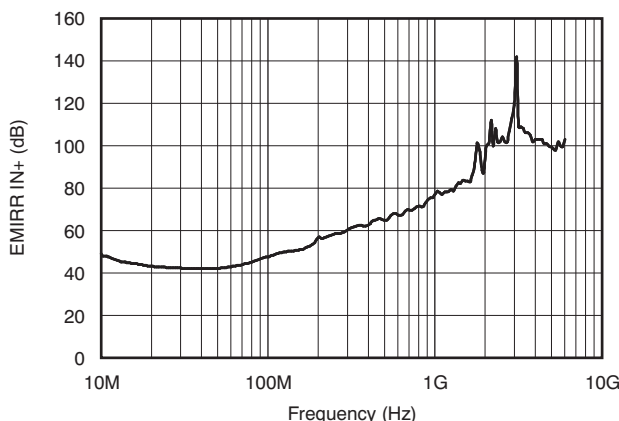

图 40. EMIRR 测试
OPA188 使用集成电磁干扰 (EMI) 滤波来降低干扰源（如无线通信设备以及混合使用模拟信号链和数字组件的高密度电路板）产生的 EMI 干扰。通过电路设计技术可以提高 EMI 抗扰度；可从这些设计改进中受益。德州仪器 (TI) 已经开发出在 10MHz 至 6GHz 的宽频谱范围内精确测量和量化运算放大器抗扰度的功能。图 40 显示了对 OPA188 执行此测试的结果。表 4 列出了在实际应用中经常遇到的特定频率下 OPA188 的 EMIRR IN+ 值。在表 4 中列出的应用可在下图给出的特定频率或其近似频率下运行。有关详细信息也可参见《运算放大器的 EMI 抑制》一文，该文档可从 www.ti.com 下载。